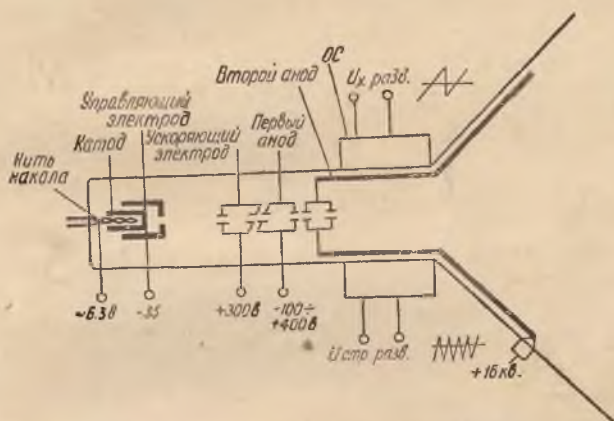

Рис. 96. Схема устройства электронного прожектора и питания кинескопа
- напряжение на отклоняющие катушки с тем, чтобы электронный луч совершал движение по вертикали и горизонтали, формируя растр (рис. 96).